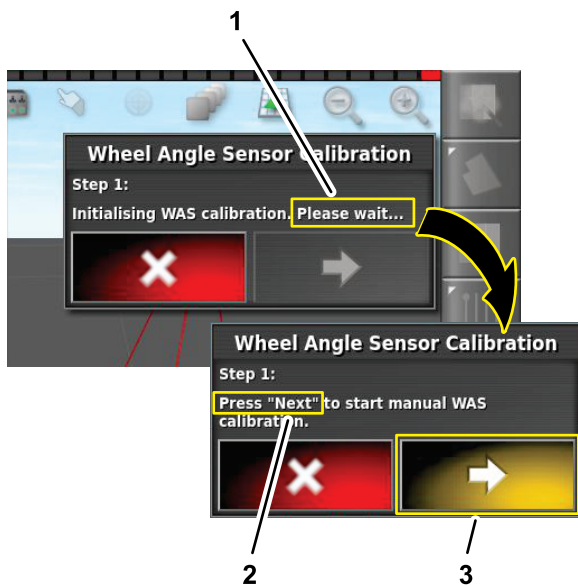

Figura 162
- En el paso 1, espere a que se inicie la calibración del sensor del ángulo de las ruedas, y pulse el icono Paso siguiente (Figura 162).